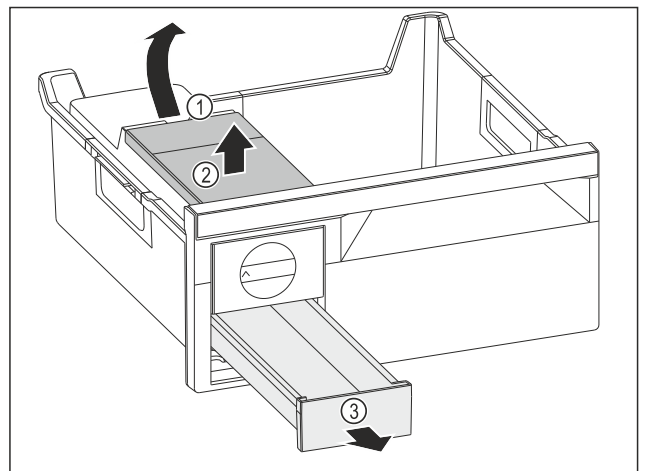

Fig. 78
- ▶ Watertank wegnemen: Watertank bij de uitsparing Fig. 78 (1) optillen.
- ▶ Watertank Fig. 78 (2) naar boven toe wegnemen.
- ▶ Ijsblokjesvak Fig. 78 (3) naar voren toe wegnemen.